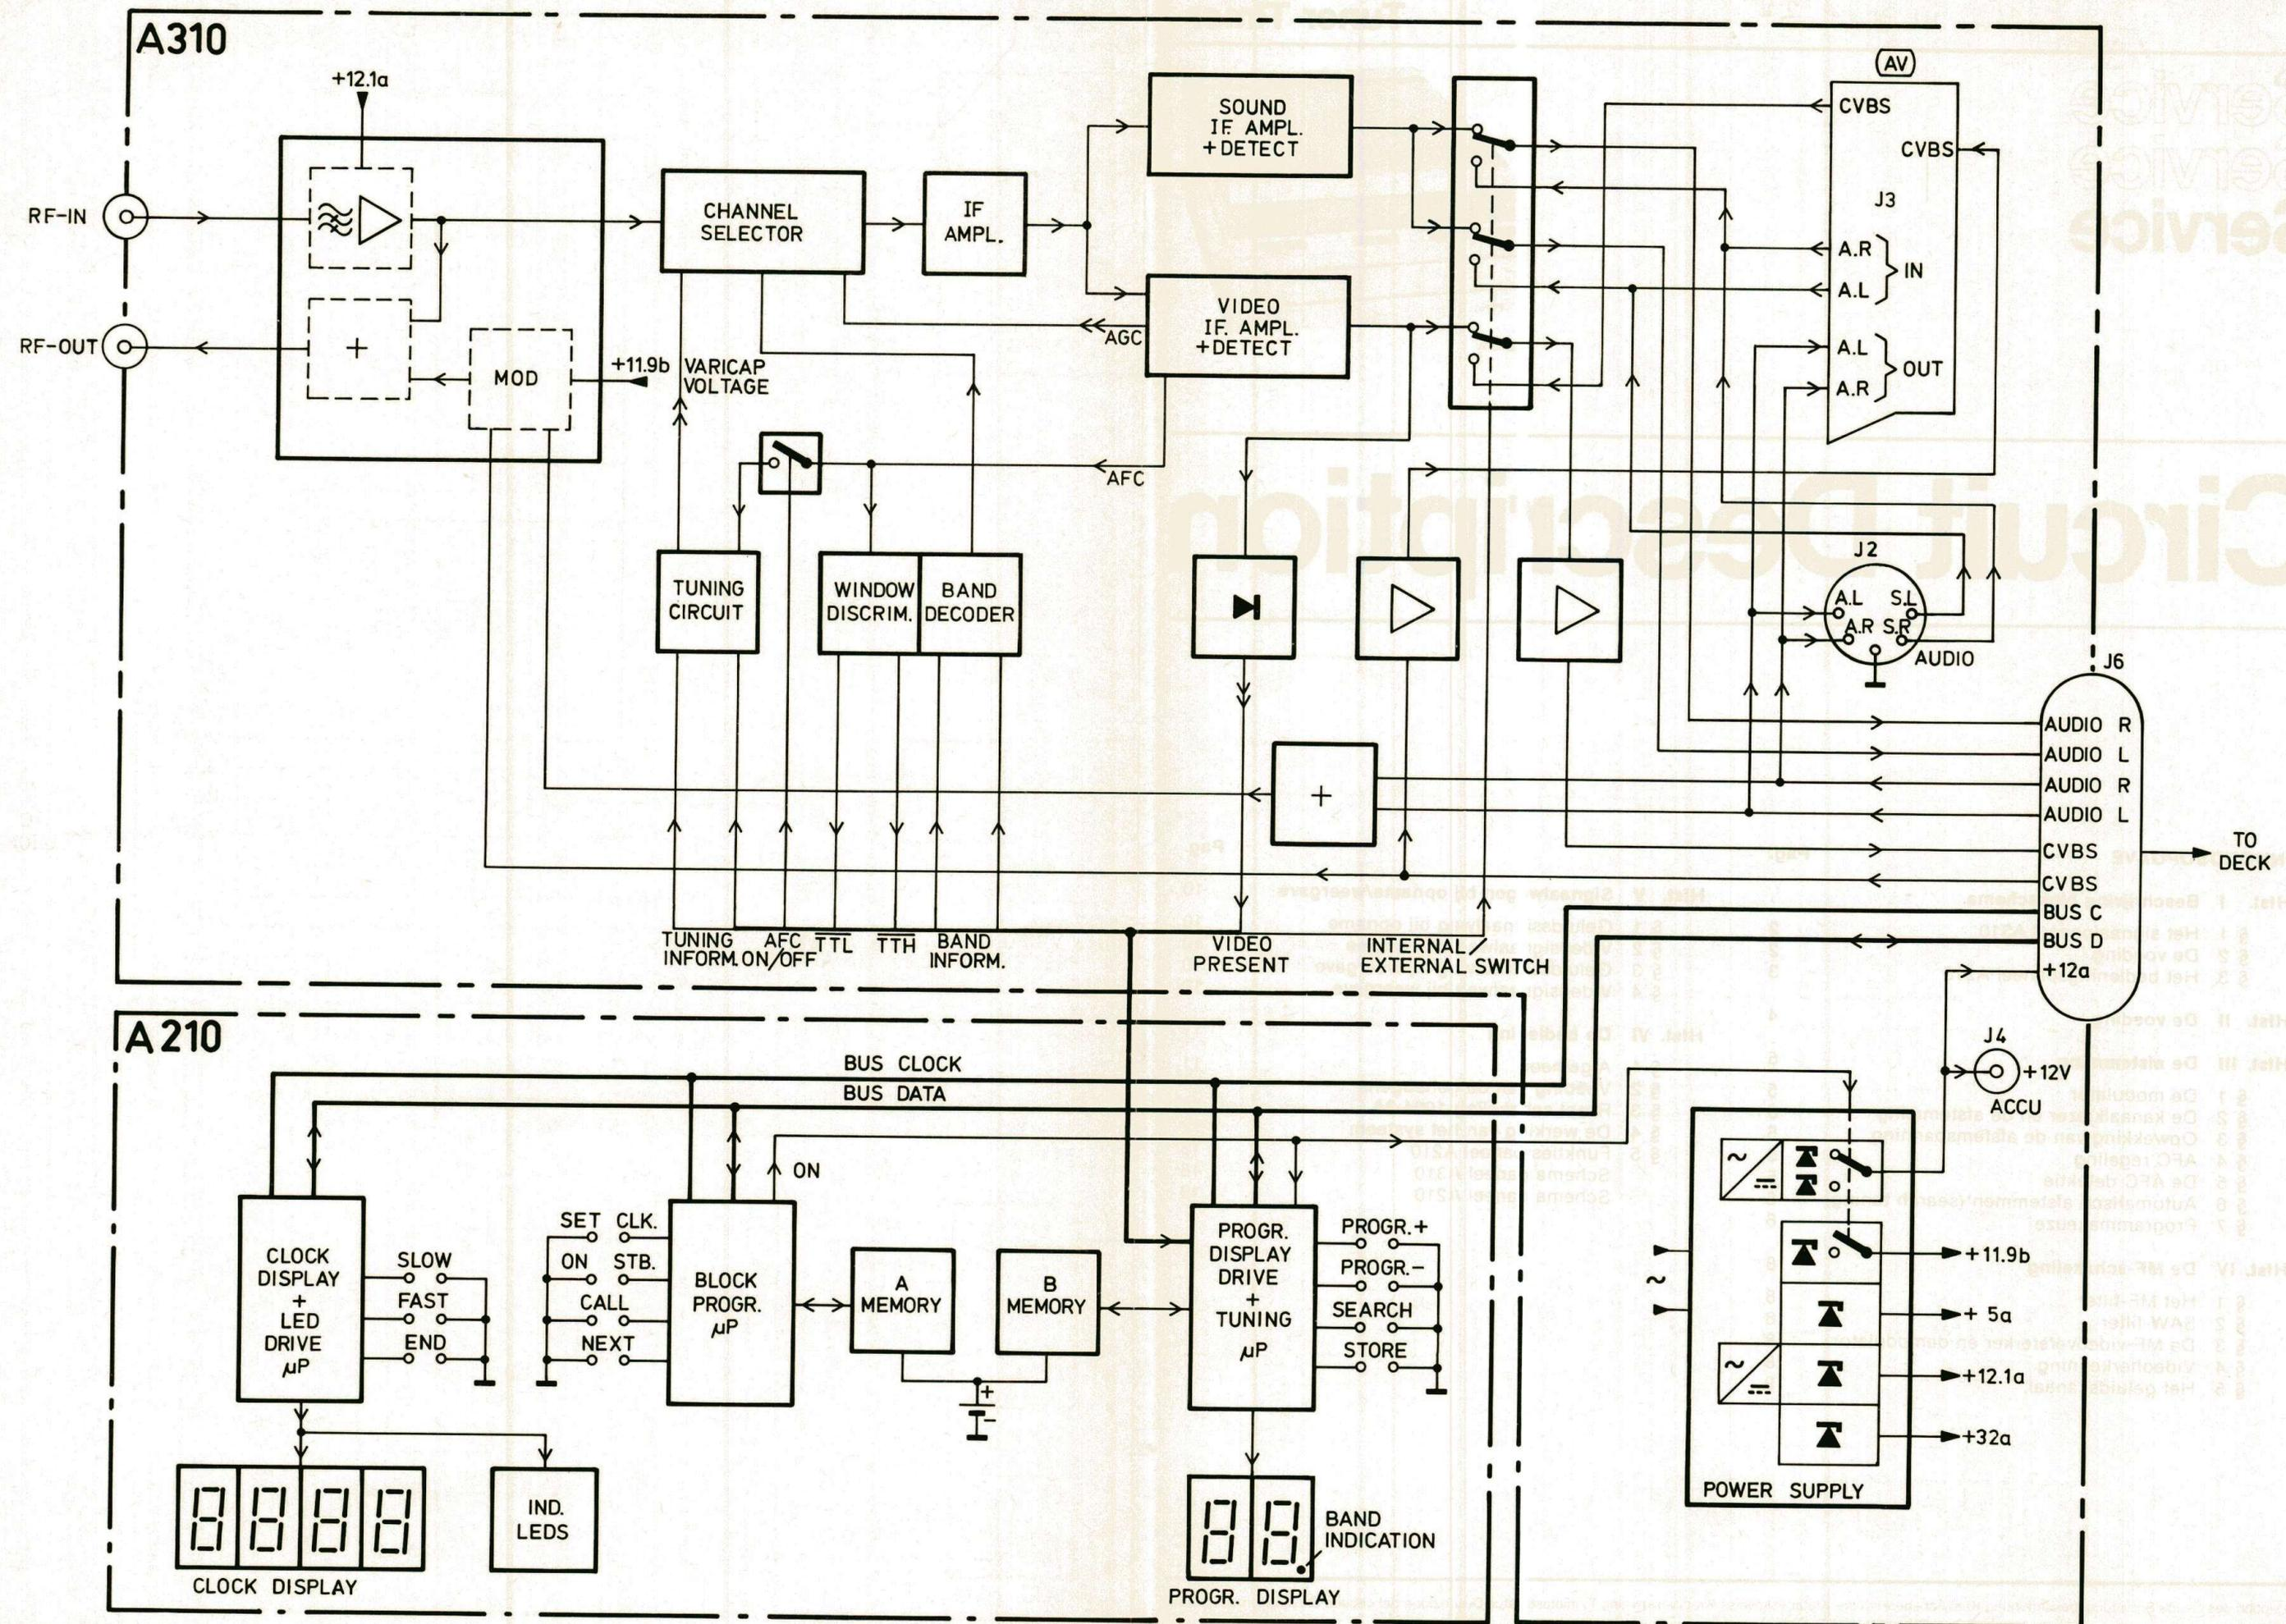

Fig. 1
**HOOFDSTUK I****BESCHRIJVING BLOKSCHEMA (Fig. 1)****§ 1. Het signaalpaneel A310**